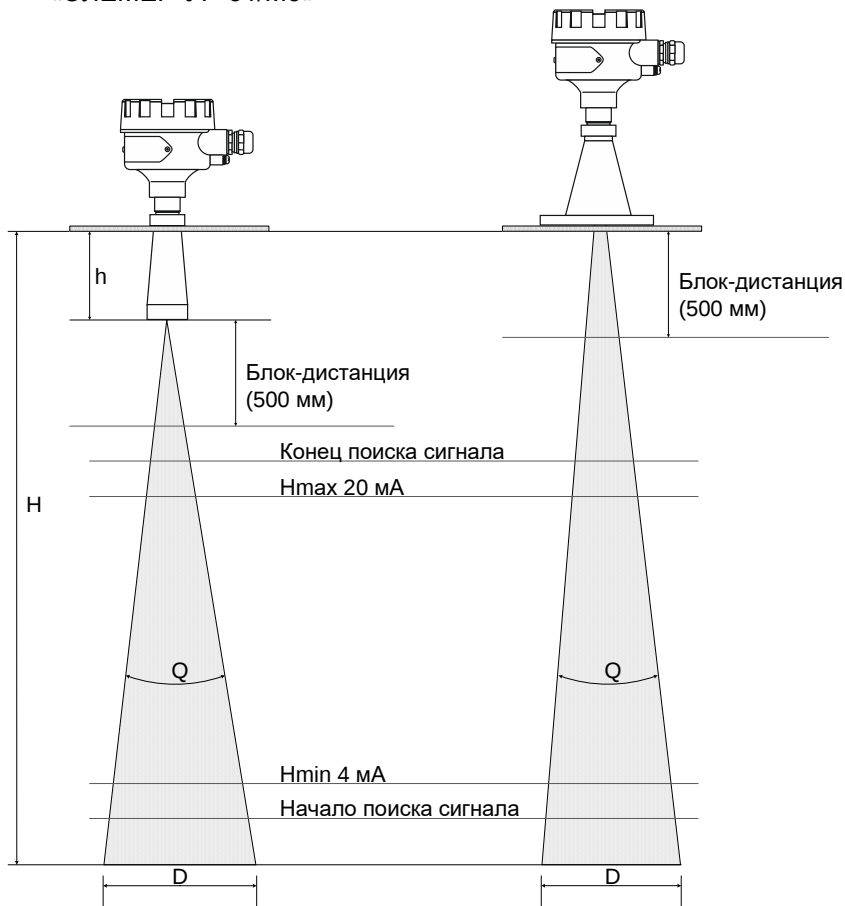

Рисунок 3.3
- выбирать место установки УР-31 так, чтобы поверхность контролируемого продукта четко просматривалась, ось конуса радиолуча антенны была перпендикулярна поверхности контролируемого продукта (см. рисунок 3.3);